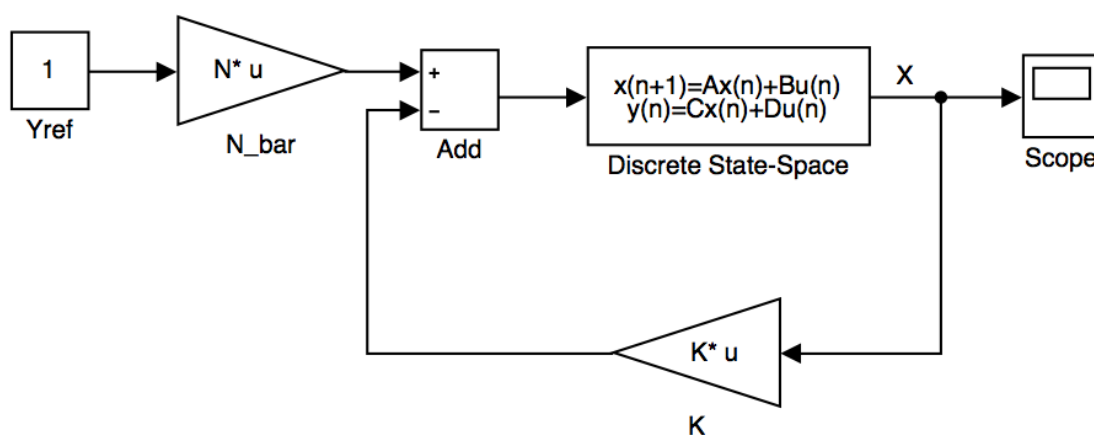

FIGURE 8 – Structure complète d'une commande par retour d'état
Souvent, en plus de stabiliser le système, on veut pouvoir imposer son régime permanent. En particulier asservir la sortie du système Y à une consigne de référence Y_{ref} . On introduit donc une référence dans le schéma de commande et un gain de préfiltre $\bar{N}$ qui assure un gain statique de 1 entre Y et Y_{ref} en régime permanent (figure 8).
2. Le schéma de régulation figure 8 est décrit par la représentation d'état suivante :